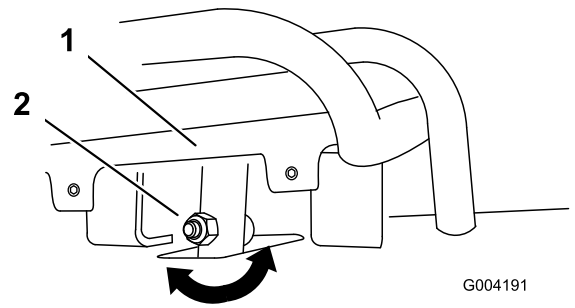
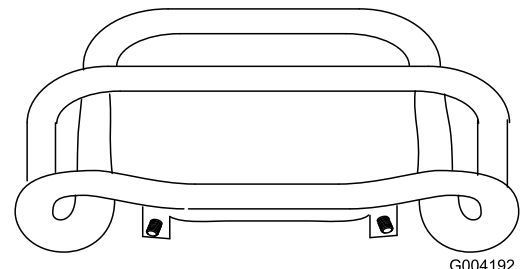

Bild 52
Bild 53
4. Wenn die Vorderseite des Fahrtriebs nicht bündig und gleichmäßig am Anschlagbügel bleibt, lösen Sie die Mutter im Schaft des Fahrtriebs (Bild 52).
5. Stellen Sie den Fahrtrieb so ein, dass er bündig am Anschlagbügel bleibt, wenn er gerade nach hinten gezogen wird (Bild 52 und Bild 53).
- C. Lösen Sie die Bundmutter und die Schraube im Fahrtriebsschaft (Bild 52).
- I. Stellen Sie den Fahrantrieb so ein, dass er bündig am Anschlagbügel bleibt, wenn er gerade nach hinten gezogen wird (Bild 52 und Bild 53).